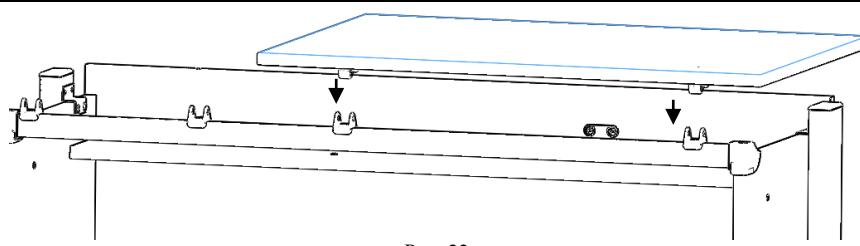

Рис. 22
5.4.1. На основание стола со стойками (сборка по п.5.2.2.) положить сверху столешницу (сборка по п.5.3.3.), так что бы выступы верхних частей шарниров входили в пазы нижних частей шарниров, а оси отверстий совпадали, см. рис.22. В отверстия шарниров вставить винты M6x32 (поз.6, пакет № 107) и навернуть гайки самоконтрящиеся M6 (поз.3, пакет № 107), согласно рис 22а.
Рис. 22а